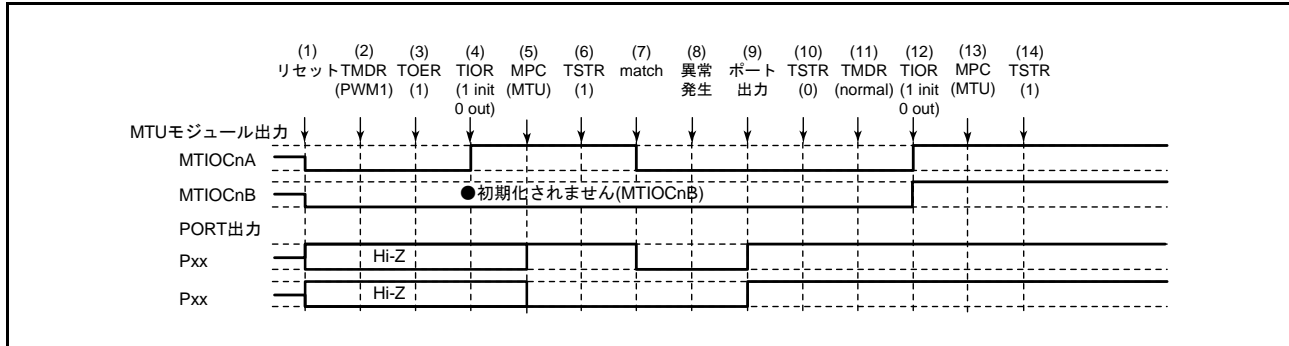

図 19.149 PWM モード 1 で異常が発生し、ノーマルモードで復帰する場合
PWM モード 1 で異常が発生し、再設定後ノーマルモードで再スタートする場合の説明図を図 19.149 に示します。
(1) ~ (10) は図 19.149 と共通です。
(11) PWM モード 1 で再スタートする場合には必要ありません。
(12) TIOR レジスタで端子を初期化してください (PWM モード 1 では MTIOcNB (MTIOcND) 端子に波形が出力されません。出力すべきレベルがある場合は、I/O ポートのポート方向レジスタ (PDR)、ポート出力データレジスタ (PODR) で汎用出力ポートの設定をしてください)。
(13) MPC と I/O ポートのポートモードレジスタ (PMR) で MTU 出力としてください。
(14) TSTR レジスタで再スタートします。
(11) PWM モード 2 を設定します。
(12) TIOR レジスタで端子を初期化してください (PWM モード 2 では周期レジスタに使用した TGR レジスタに対応する端子に波形が出力されません。出力すべきレベルがある場合は、I/O ポートのポート方向レジスタ (PDR)、ポート出力データレジスタ (PODR) で汎用出力ポートの設定をしてください)。
(14) TSTRA レジスタで再スタートします。
(11) 位相計数モードを設定します。
(12) TIOR レジスタで端子を初期化してください。
- (11) 波形生成部の初期化のためノーマルモードを設定してください。
- (12) TIOR レジスタで PWM モード 1 の波形生成部を初期化してください。
- (13) TIOR レジスタで PWM モード 1 の波形生成部の動作を禁止してください。
- (14) TOERA レジスタで MTU3、MTU4 の出力を禁止してください。
- (15) TOCR1A、TOCR2A レジスタで相補 PWM の出力レベルと周期出力の許可 / 禁止を選択してください。
- (16) 相補 PWM を設定します。
- (17) TOERA レジスタで MTU3、MTU4 の出力を許可してください。
- (18) MPC と I/O ポートのポートモードレジスタ (PMR) で MTU 出力としてください。
- (19) TSTRA レジスタで再スタートします。